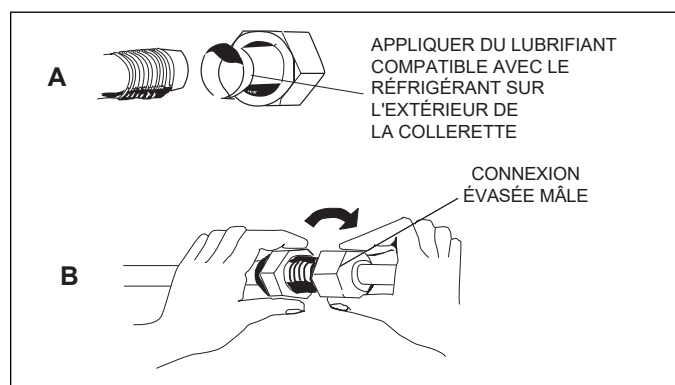

Figure 28. Réalisation des connexions mâles-femelles
15. Aligner les conduites de réfrigérant évasées sur les connexions filetées. Commencer par serrer légèrement les écrous évasés pour assurer qu'ils s'engagent correctement comme illustré à la « Figure 28. Réalisation des connexions mâles-femelles ».